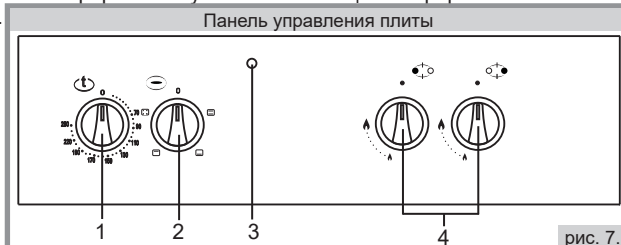

рис. 7.
■ На рисунке панели управления (рис.7) присутствуют элементы комфортности плиты. Для Вашей плиты перечень элементов комфортности указан в таблице комфортности плиты на обложке настоящего руководства.